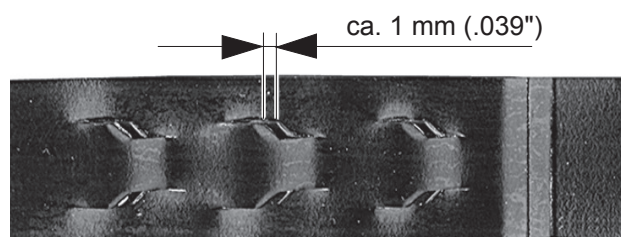

Fig. 7
- **Kontrollera förseglingen nogga. (se fig.7).**
– **Kontrollera förseglingen nogga. (se fig.7).**